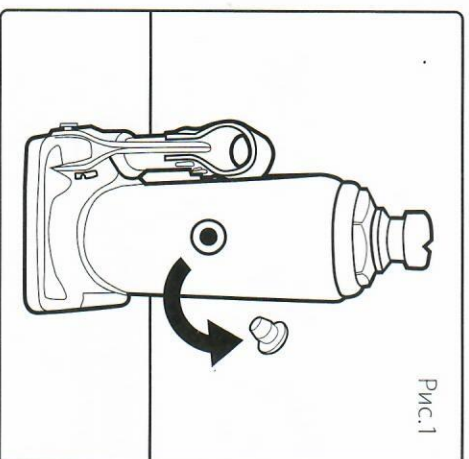

Рис.1
3. Выньте резиновую пробку масляного резервуара. Пробка находится с обратной стороны домкрата. См. Рис.1. При извлечении пробки не используйте острых предметов, это может повредить пробку и нарушить герметичность маслозаправочного отверстия.